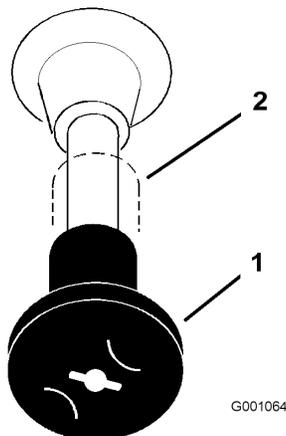

Figura 14
4. Si el motor está frío, mueva el control del estárter a la posición **arranque** antes de arrancarlo (Figura 14).
7. Después de que el motor arranque, abra el estárter (Figura 14). Si el motor se cala o funciona irregularmente, vuelva a colocar el estárter en Cerrado durante unos segundos, luego mueva la palanca del acelerador al ajuste deseado. Repita este procedimiento tantas veces como sea necesario.